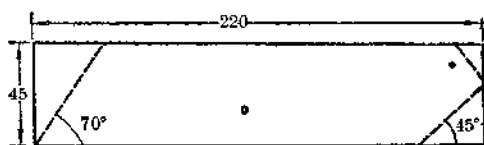

图 6
4. 左右挡板: 用 45×220 [毫米]² 木板二块制左右挡板, 按图 6 所示把挡板左上端削去 70° 角一块, 右端上、下方各削